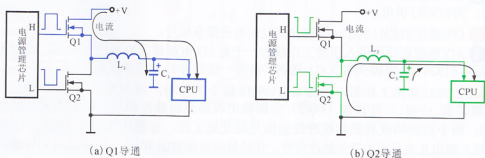

图 15-5 场效应晶体管的导通与截止情况
- ① 工作时，ATX电源分别为电源管理芯片和场效应开关管供电。
- ② CPU通过电压指令输出脚，将自己所需工作电压值以二进制编码信号的形式传送到电源管理芯片。
- ③ 电源管理芯片内部通过对CPU电压指示编码的识别，输出相应的脉宽调制信号(PWM)，即输出两路相位相反的PWM脉冲信号，用来控制两个场效应晶体管的轮流导通。电源管理芯片分别将两路相位相反的脉冲信号加到两个场效应晶体管Q1和Q2的栅极，如图15-5所示。